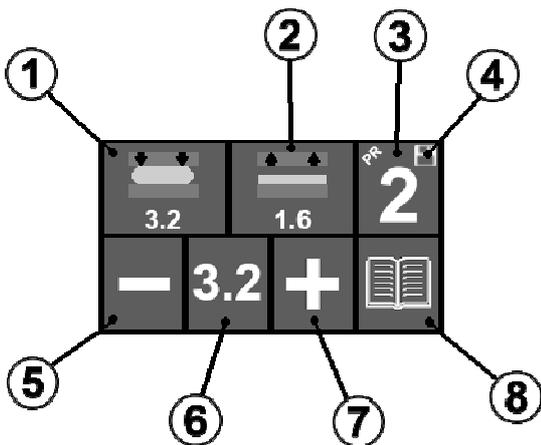
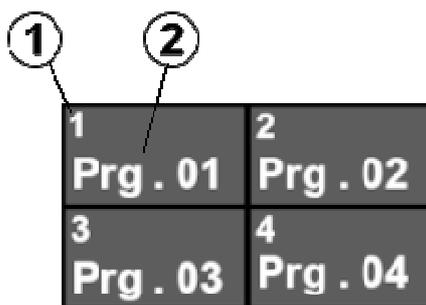

Рис. 9
Рис. 10
Машина оборудована универсальной панелью управления с сенсорным экраном 4,3 с 4 доступными программами. Основные функции машины обозначены символами и значками. При включении, если все защитные устройства работают корректно, на сенсорном экране машины отобразится ГЛАВНАЯ СТРАНИЦА (Рис. 9):
На ГЛАВНОЙ СТРАНИЦЕ (Рис. 9), выберите кнопку «СПИСОК ПРОГРАММ» из. 8); после чего будут отображены окна с 4 доступными программами:
окно с перечнем программ (Рис. 10)
- Выберите необходимую вам программу посредством значка из. 2 (Рис. 10): дисплей отобразит ГЛАВНУЮ СТРАНИЦУ (Рис. 9). В окне из. 3 отображён номер выбранной программы.
- Введите показатели рабочих фаз, в окне из. 3 (Рис. 9) отобразится значок флоппи-диска из. 3. Нажмите значок флоппи-диска и зелёную кнопку с «галочкой» подтверждения (Рис. 12) для сохранения программы и введённых значений.
- На ГЛАВНОЙ СТРАНИЦЕ (Рис. 9), выберите кнопку «Список Программ» из. 7)
- Выберите необходимую вам программу (Рис. 10)